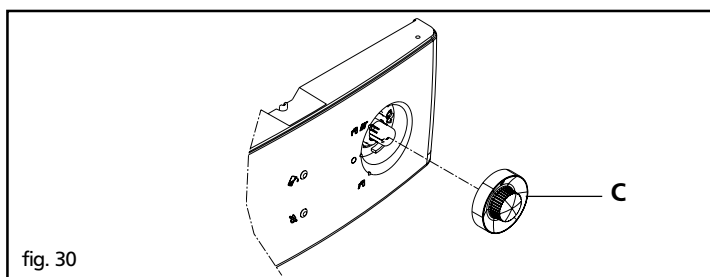
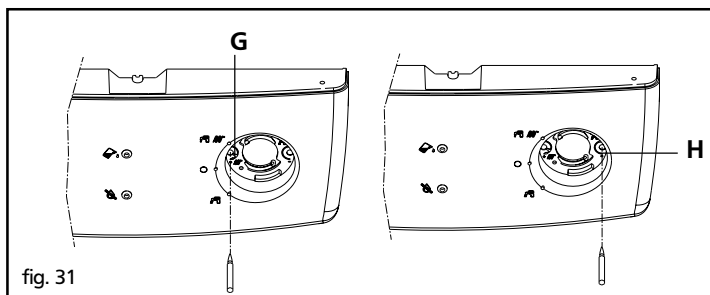

fig. 30
fig. 31
La temperatura di funzionamento dell'acqua di riscaldamento è pretarata in fabbrica a circa 60 °C. La caldaia dispone di un sistema di autoregolazione che provvede a modificare la temperatura di riscaldamento in funzione della richiesta dell'impianto. È comunque possibile tarare diversamente la temperatura sfilando il selettore di funzione (C - fig. 30) ed agendo sull'apposito potenziometro (G - fig. 31) con il cacciavite in dotazione.
La temperatura dell'acqua del circuito sanitario è pretarata in fabbrica a circa 50 °C. È comunque possibile, qualora se ne presentasse la necessità, regolare la temperatura sfilando il selettore di funzione (C - fig. 30) ed agendo sull'apposito potenziometro (H) - fig. 31 - con il cacciavite in dotazione.